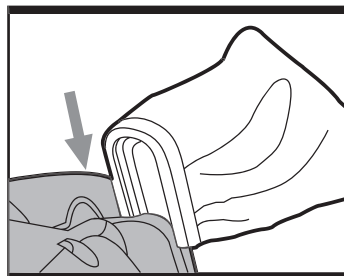

Fig 6
Pour récupérer les poussières produites lors du ponçage, utilisez le sac de récupération fourni. Le support en plastique du sac se glisse vers le bas sur la sortie de poussière de la ponceuse (se référer à la Figure 6). Lorsque le sac de récupération est plein, retirez le et videz le en ouvrant sa fermeture éclair (7).